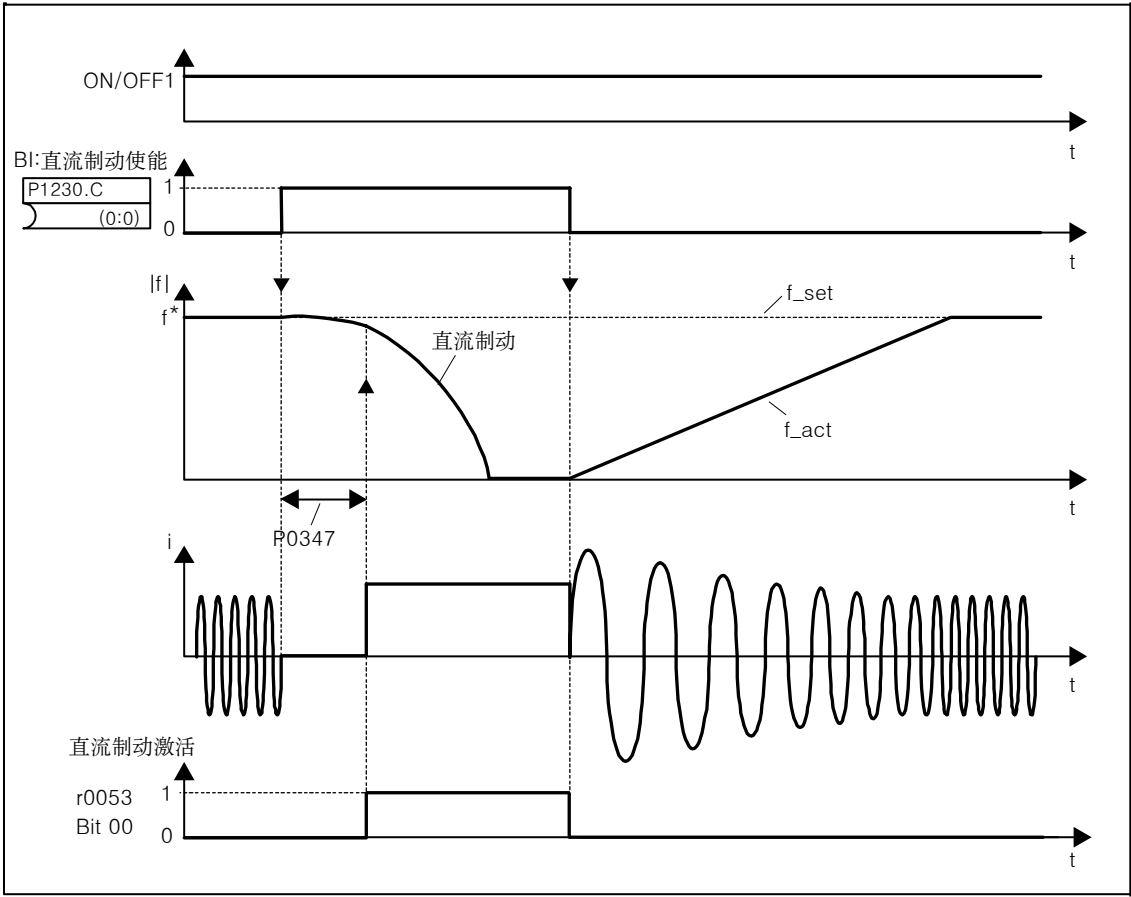

图 3-53 在外部选择后的直流制动
1. 用 BICO 参数 P1230 使能和选择(见图 3-53)。